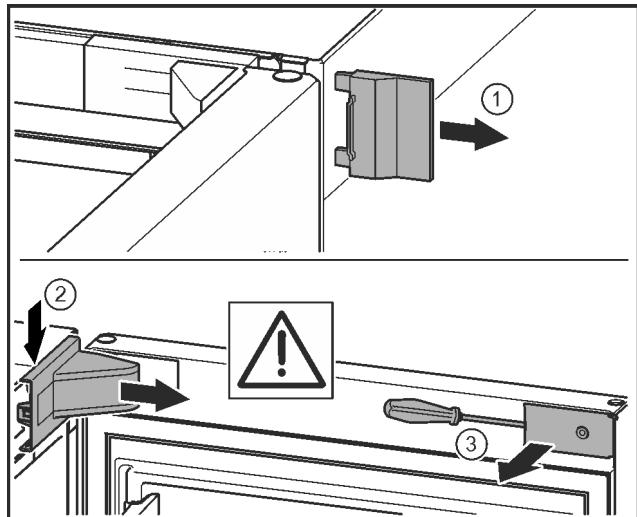

Fig. 10
- Skinite vanjski pokrov. Fig. 10 (1)
- Otkopčajte i otpustite pokrov podloška ležaja. Skinite pokrov podloška ležaja. Fig. 10 (2)
- Odvijačem s prorezom otkopčajte masku i zakrenite je u stranu. Fig. 10 (3)